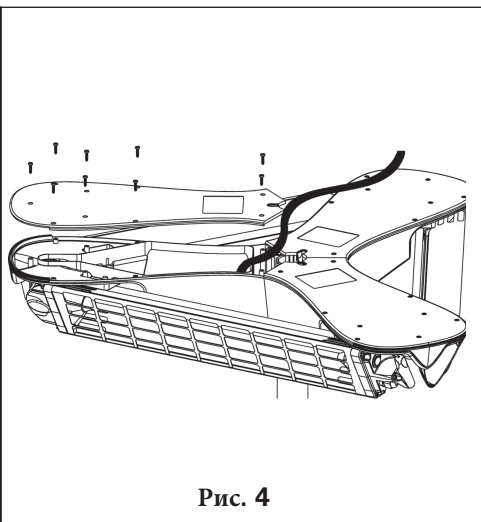

Рис. 4
1. Отвинтите 9 винтов на крышке которые имеют наклейку с данными (рис. 4).
- Через верх (769 и 769S) и через открытый и резиновый кабель-носитель (см рис. 4).